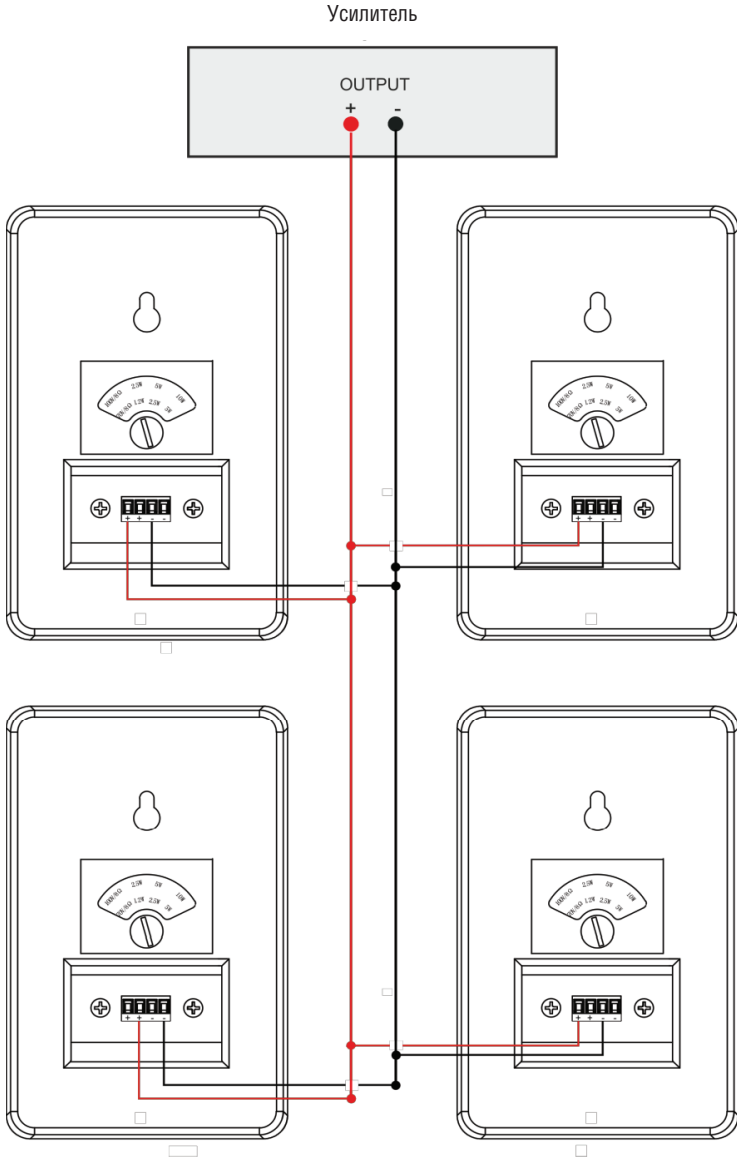

Рис. 6. Квадратная компоновка с параллельным подключением
7. При необходимости подключите клеммы «+» и «-» к клеммам «+» и «-» на следующем громкоговорителе (как это показано в примере, приведенном на рис. 6).
На рис. 6 приведен пример параллельного подключения в квадратной групповой системе.